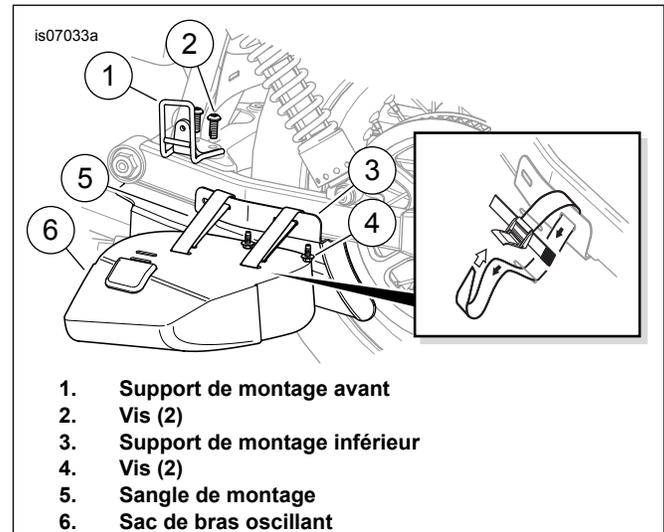
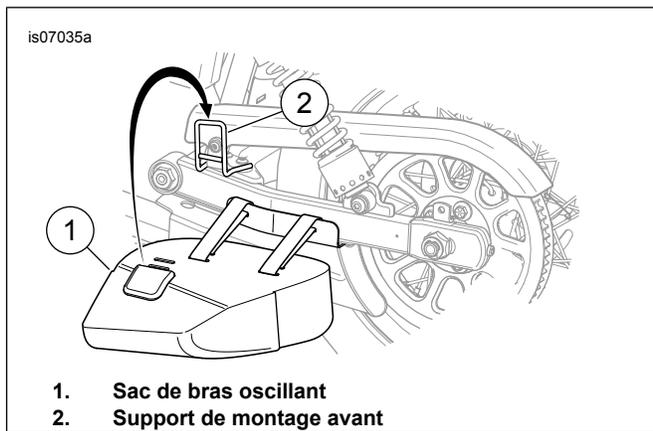

Figure 1. Installer les supports de sacoche
Figure 3. Installer le sac de bras oscillant
1. Voir Figure 1. Installer le support de montage avant (1) dans l'emplacement de repose-pied de passager gauche en utilisant les vis (2) retirées précédemment.
3. Voir Figure 1. Attacher sans serrer le sac de bras oscillant (6) au support de montage inférieur (3) (avant de l'attacher à la moto) :
- Introduire une sangle de montage (5), avec le levier de verrou de came orienté vers le haut, depuis l'intérieur du sac dans la plus haute des fentes de montage inférieures.
- Acheminer la sangle de montage (5) au-dessus du support de montage et la refaire passer par la fente.
- Acheminer la sangle de montage (5) dans le sac par la plus basse des encoches de montage inférieures.
- Acheminer la sangle de montage (5) par le verrou de came, mais ne pas serrer la sangle pour le moment.
4. Voir Figure 1. Installer le support de montage inférieur (3) au bras oscillant :
- Installer le support de montage inférieur (3) au déflecteur de débris et au bras oscillant avec les vis (4) qui avaient été retirées. Serrer à un couple de 4,5–6,7 N·m (40–60 in-lbs).
5. Voir Figure 3. Fixer le sac de bras oscillant (1) au support de montage avant (2) :